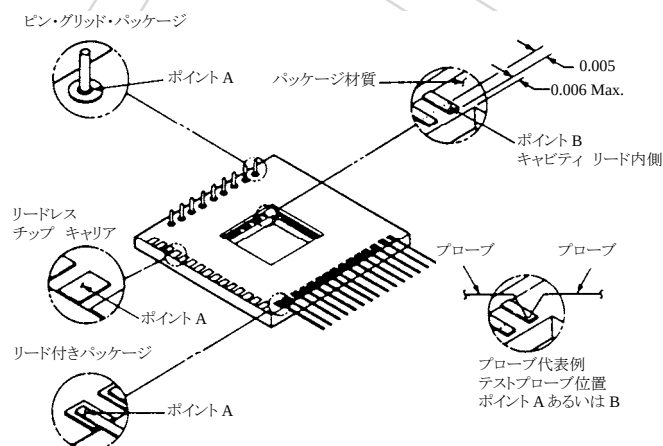

図 1
3.1 メータの低い側にある両方のプローブを、肩部で両プローブが出来る限り接近する位置あるいは外側リードの中央におく(図 1, ポイントA参照)。
3.2 メータの高い側にある両方のプローブを、リードのキャビティ側のリード先端から 5 mil以内におく(図 1, ポイントB参照)。